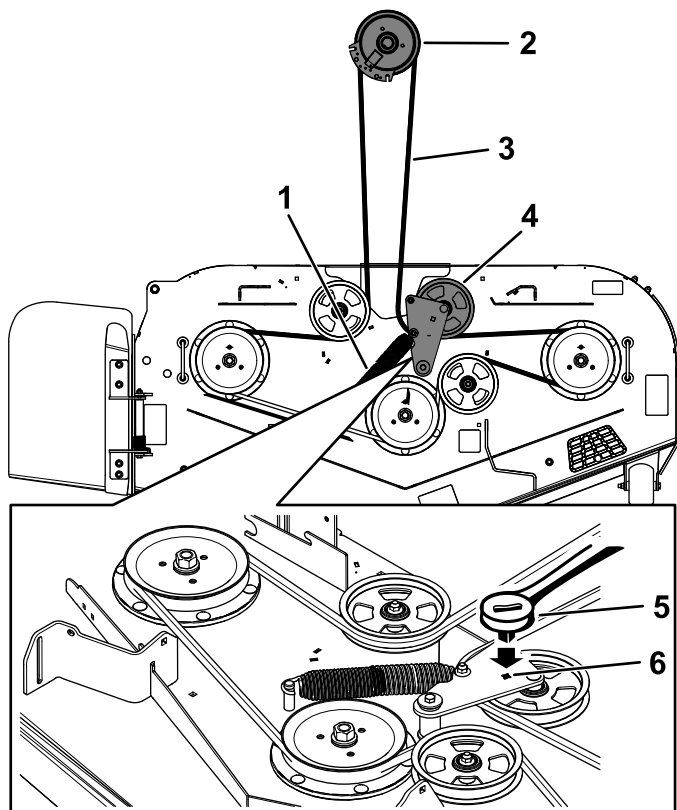

Figura 79
5. Utilice una llave de carraca de $\frac{3}{8}$ " en el orificio cuadrado del brazo tensor para aliviar la tensión del muelle tensor (Figura 79).
7. Instale la guía de la correa en el brazo tensor tensado con muelle (Figura 79).
9. Pase la correa nueva alrededor de las poleas del cortacésped y de la polea del embrague, debajo del motor (Figura 79).
10. Instale la guía de la correa en el brazo tensor (Figura 79).
11. Utilizando la llave de carraca de $\frac{3}{8}$ " en el orificio cuadrado, instale el muelle tensor (Figura 79).